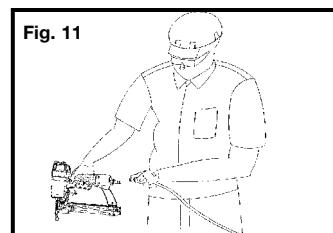

Fig. 11
- Prenez toujours pour acquis que l'outil contient des attaches.** Pas de bousculades. Traitez l'outil comme un outil de travail. (Fig. 11)